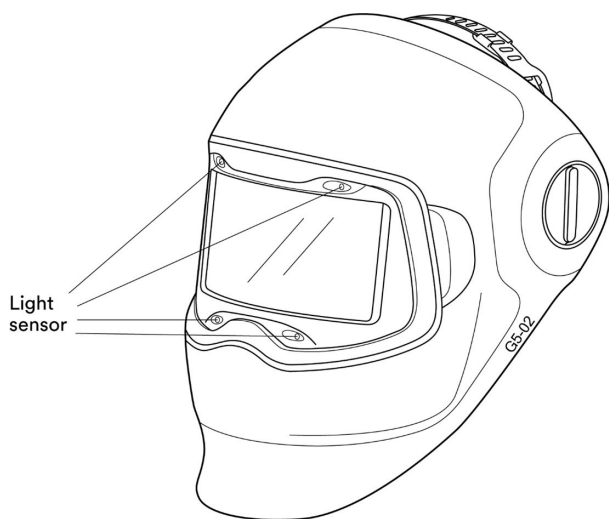

Fig. 5
1. ENCENDIDO/APAGADO: el filtro de soldadura es sensible al movimiento y se encenderá automáticamente cuando se mueva. Durante su encendido inicial, todas las luces de ajuste se encenderán rápidamente, una a la vez. El filtro de soldadura se apaga automáticamente después de una (1) hora de inactividad. El filtro de soldadura tiene cuatro fotosensores que reaccionan de manera independiente y hacen que el filtro se oscurezca cuando está en presencia de un arco de soldadura (Fig. 5). Es posible que el filtro de soldadura no se oscurezca si los sensores están obstruidos o el arco de soldadura está totalmente protegido. Las fuentes de luz intermitente (p. ej., luces estroboscópicas de seguridad) pueden activar el filtro de soldadura y oscurecerlo cuando no se está soldando. Esta interferencia puede ocurrir desde largas distancias o de la luz reflejada. Las áreas de soldadura deben estar protegidas de dicha interferencia.